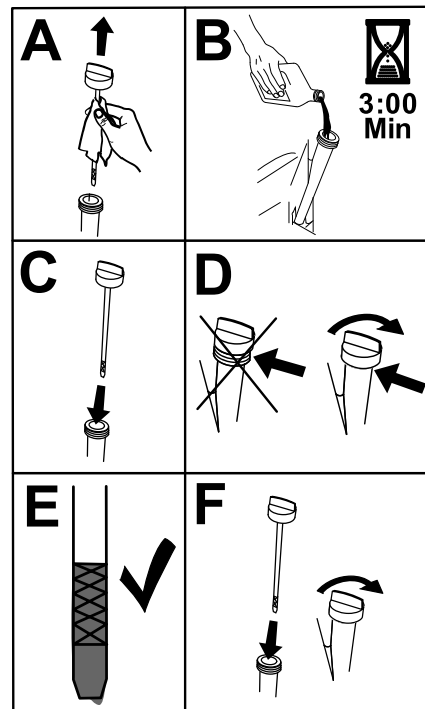

Figura 38
- Vierta lentamente un 80 % aproximadamente del aceite especificado por el tubo de llenado, luego añada lentamente el resto del aceite hasta que llegue a la marca de Lleno (Figura 38).